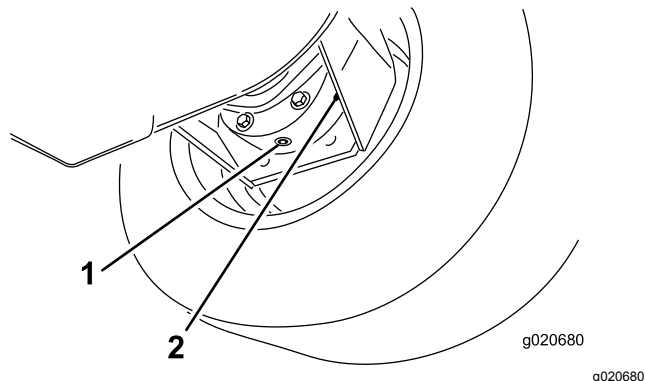

Figura 105
3. Mettete una bacinella sotto la scatola del freno, togliete il tappo di spurgo e lasciate defluire l'olio (Figura 105).